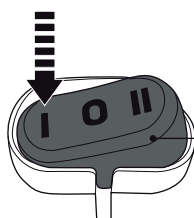

Fig. 21
- > Ponga el interruptor encendido / apagado (1) en la posición I para encender el producto (Fig. 21).